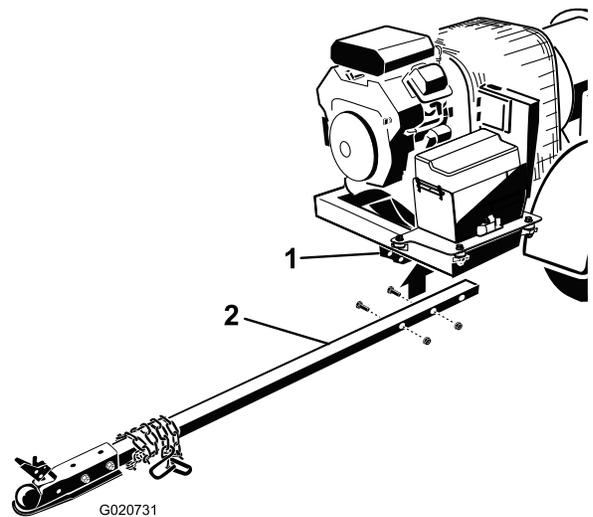

Figura 4
2. Introduzca la barra del enganche en los soportes del bastidor (Figura 4). Sujete la barra al bastidor con 2 pernos ( $\frac{3}{8}$ " x 3") y tuercas con arandela prensada ( $\frac{3}{8}$ " ).